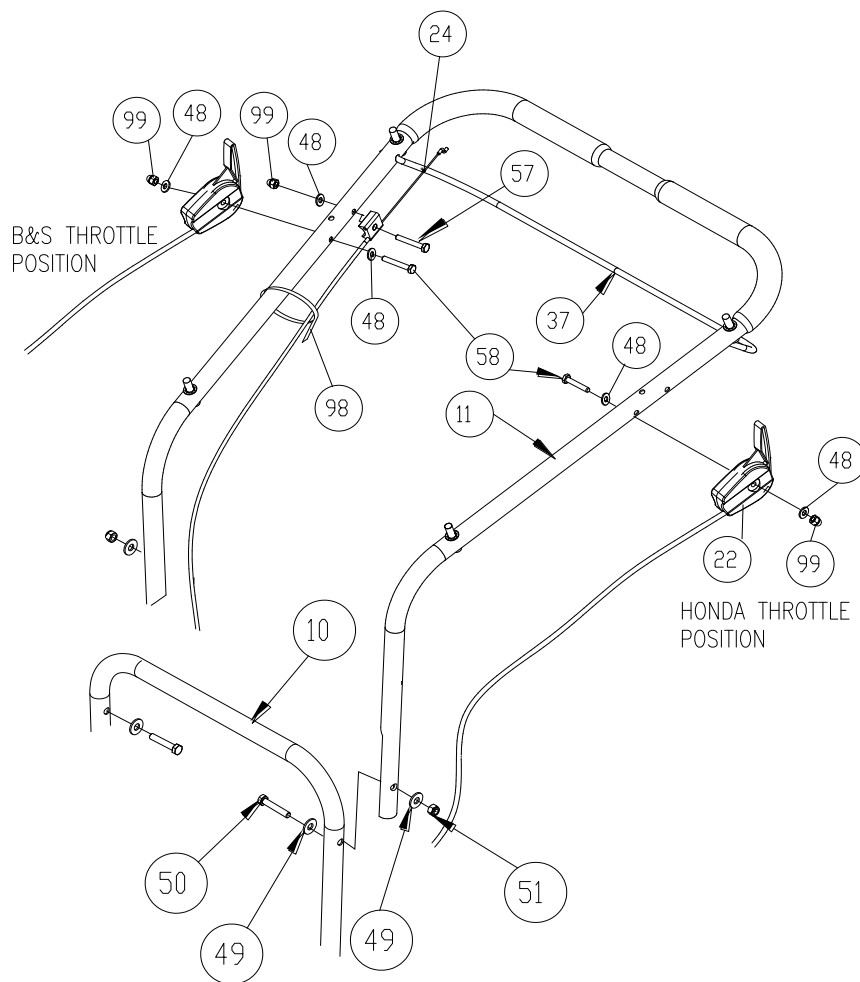

Fig. 1
1. **MONTARE** il manubrio superiore (elemento 11), con la bulloneria del sacchetto bulloneria (elementi 50, 49 e 51) sul manubrio base (elemento 10). Serrare saldamente la bulloneria. (v. Fig. 1).